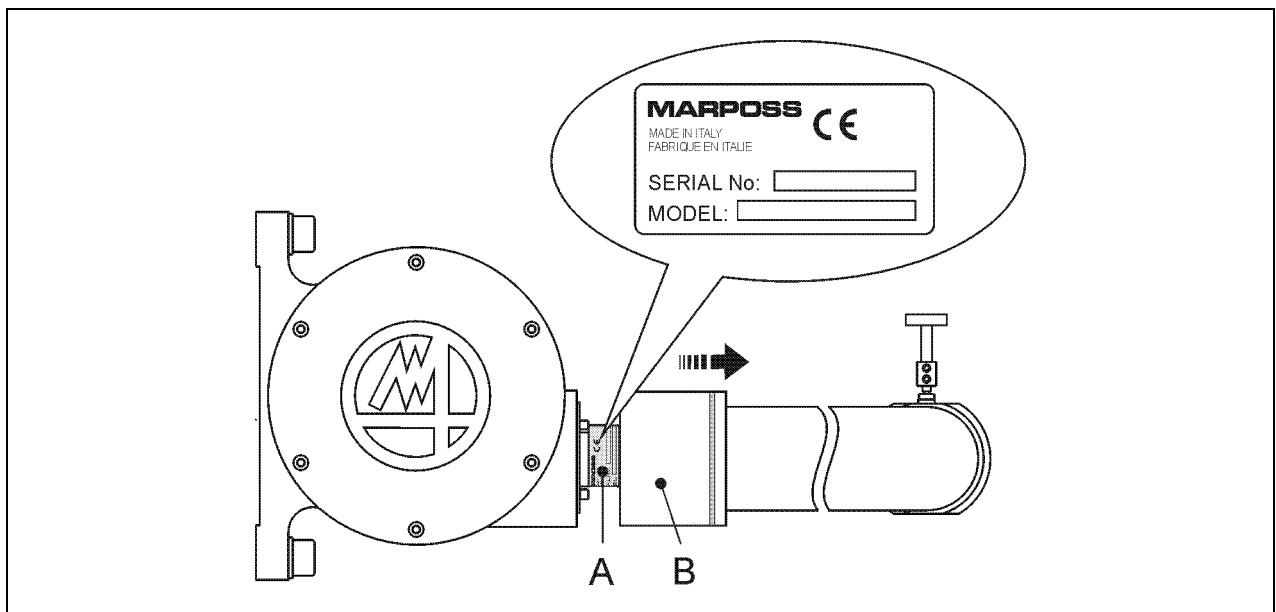

Figure 3-2. Plaquette signalétique du bras *MIDA TOOL EYE ELECTRIC*.
Sur le bras *MIDA TOOL EYE ELECTRIC*, dans un logement protégé, se trouve une plaquette signalétique avec le numéro du modèle (MODEL) et le numéro de série (SERIAL No) du bras. La plaquette (A) est visible si on recule la protection (B) (Figure 3-2).